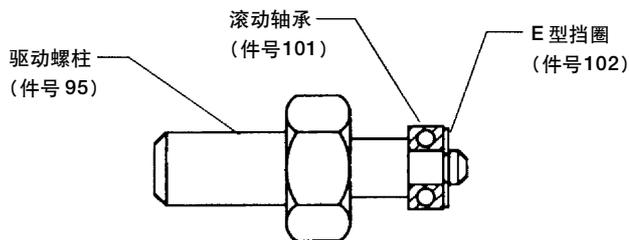

图2. 驱动螺柱和滚动轴承组件
a. 按图 2 所示，在驱动螺栓（件号 95）上装上滚动轴承（件号 101），并用 E 形挡圈（件号 102）固定。
\*\*示意图 2 要求安全栅如所列一样成队使用。